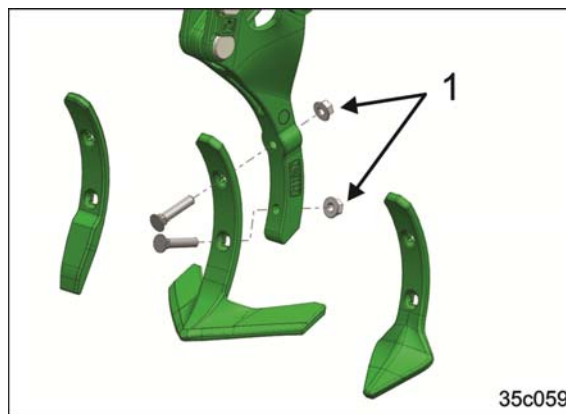

Рис. 169
1. Отверните крепежные гайки (Рис. 169/1).
3. Затяните крепежные гайки (Рис. 169/1).